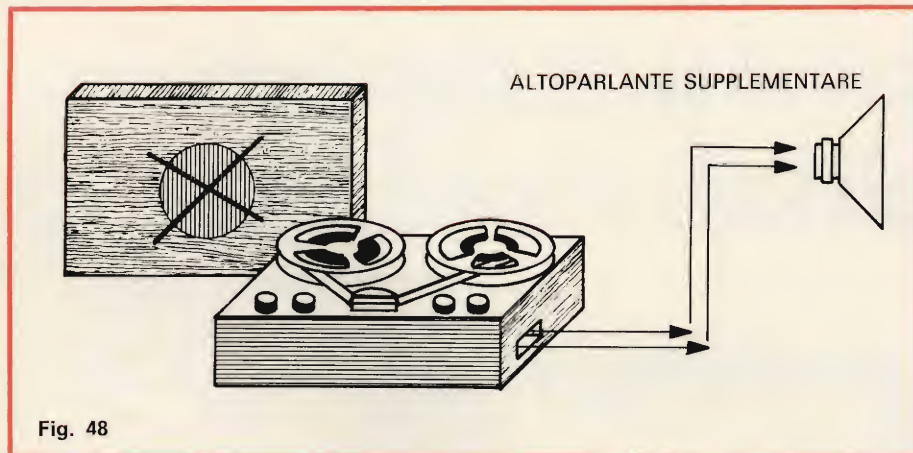

Fig. 48
1) **Collegare un altoparlante supplementare** - fig. 48 - per mezzo di un normale filo a due conduttori, nella apposita presa, prevista per questo scopo. Su alcuni apparecchi, a seconda della posizione della presa: senso normale o senso inverso, l'altoparlante del registratore viene escluso automaticamente.